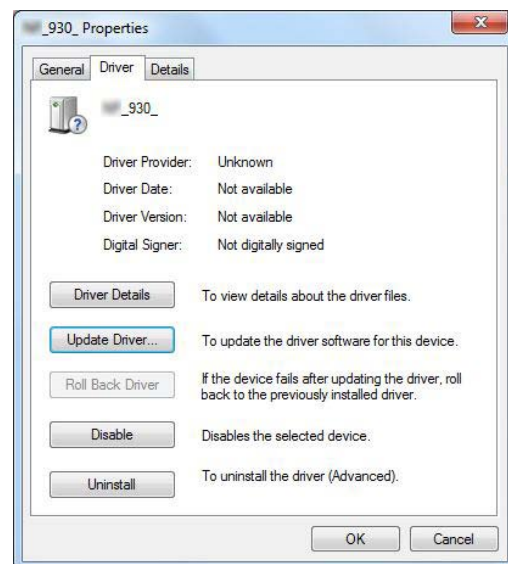

Abbildung 48: Treiber aktualisieren
- Wechseln Sie nun in den Reiter "Treiber" und wählen Sie "Treiber aktualisieren" aus. (siehe Abbildung 48). Das Fenster "Treibersoftware aktualisieren" öffnet sich.